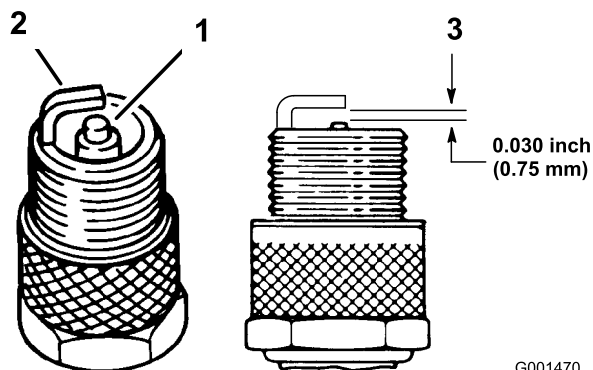

Figura 30
1. Controllate la parte centrale delle candele (Figura 30).
3. Controllate la distanza tra gli elettrodi centrale e laterale (Figura 30).
Nota: Piegate l'elettrodo laterale (Figura 30) se la distanza non è corretta.
3. Collegate i cappellotti alle candele (Figura 30).